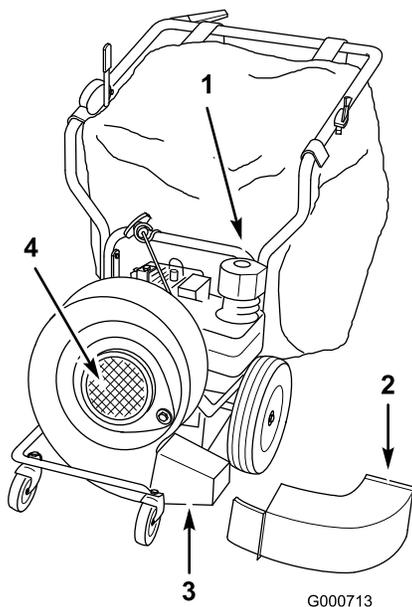

Figure 21
- Retirez l'ouverture élastique du sac de l'éjecteur du souffleur (Figure 21). (Vous pouvez retirer complètement le sac si vous le souhaitez).
- Retirez le boulon et la rondelle-frein de fixation de l'éjecteur du souffleur et déposez l'éjecteur (Figure 21).
- Montez le tube de souffleur et fixez-le avec la visserie retirée au point 4 (Figure 21).
- Soulevez légèrement le carter de souffleur et faites-le pivoter de 120° dans le sens horaire (lorsque vous faites face au souffleur) (Figure 21).
14. Montez la grille d'entrée d'air du souffleur et fixez-la avec une des rondelles et un des contre-écrous retirés au point 2 (Figure 21).